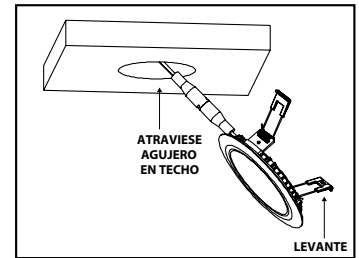

Figura 5
5. Levante el sujetador de resorte en el montaje, atravesese el agujero en el techo y coloque la luz empotrada en el agujero; asegúrese de que los sujetadores de resorte se encuentren bien sujetos. (Figura 5)